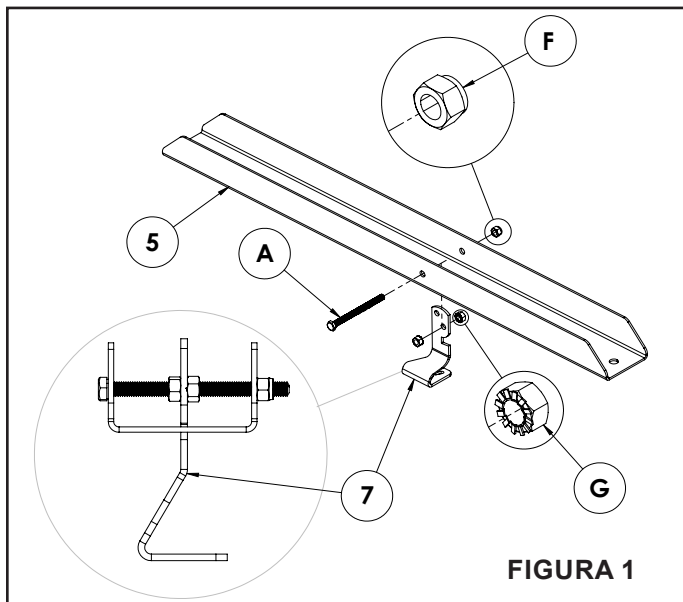

FIGURA 1
PASO 1: (VEA LA FIGURA 1)
- ensamble la lengüeta giratoria (5) insertando el pestillo del pedal (7) en la ranura, como se muestra a continuación.
- Instale el perno hexagonal de 5/16" (A) en el primer orificio de la lengüeta giratoria (5).
- Enrosque una tuerca Sims de 5/16" (G) en el perno hexagonal de 5/16" (A) hasta que quede aproximadamente a 1" de la cabeza del perno. (La arandela de la tuerca (G) debe quedar orientada en dirección opuesta a la cabeza del perno).
- Guíe el perno hexagonal (A) a través del orificio central del pestillo del pedal (7), como se muestra a continuación.
- Instale una tuerca Sims de 5/16" (G) en el perno hexagonal de 5/16" (A). Llévela hasta una distancia de 2" del extremo de la rosca, con la arandela de la tuerca (G) apuntando hacia la cabeza del perno.
- Guíe el perno hexagonal (A) a través del otro orificio de la lengüeta giratoria (5).
- Asegure el perno hexagonal de 5/16" (A) con una tuerca de seguridad nylock de 5/16" (F).
- Apriete ambas tuercas Sims de 5/16" (G) contra el pestillo del pedal (7). Asegúrese de que el pestillo del pedal (7) pueda moverse libremente.
- Apriete la tuerca de seguridad nylock de 5/16" (F).